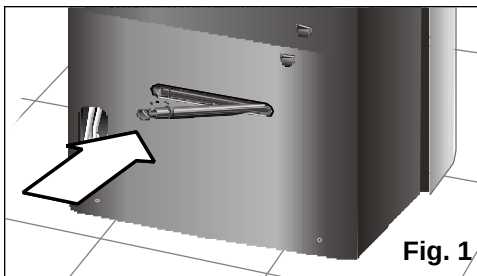

Fig. 1
- ☐ Certifique-se de que o tampão de evacuação está bem introduzido, porque se pode ter desprendido durante o transporte, **Fig. 1.**
- ❑ Verifique que o tampão, **Fig. 1**, esteja situado no tubo de evacuação para evitar que a água possa sair para o exterior, molhando a superfície de apoio.